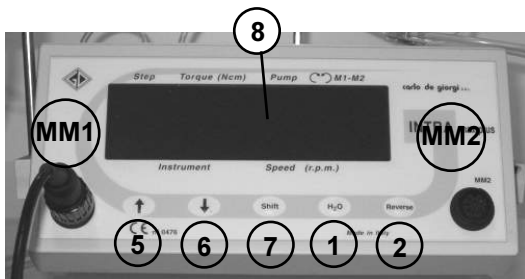

Fig. 6
L'apparecchiatura dispone sul lato frontale i seguenti elementi di comando (Fig. 6):
- 3) selezionare il numero di programma desiderato posizionando il cursore tramite il pulsante "shift" (7 di Fig. 6) sul campo 1 di figura 8, e poi agendo sui pulsanti "↑" (5 di Fig. 6) e "↓" (6 di Fig. 6) sino ad ottenere il numero di programma desiderato;
Per modificare un programma con i comandi frontali (vedi figg. 6 e 8), portarsi con il cursore sul campo "Step" (1 di Fig. 8), e selezionare tramite "↑" (5 di Fig. 6) e "↓" (6 di Fig. 6) il numero del primo programma libero o non utilizzato.
Trovato un programma modificabile, spostarsi sui campi tramite il pulsante “shift” (7 di Fig. 6), modificando con i pulsanti “↑”(5 di Fig. 6) e “↓” (6 di Fig. 6) i valori dei parametri; al termine della impostazione, per memorizzare il programma occorre portarsi di nuovo sul campo “Step” (1 di Fig. 8) e abbandonarlo, spostandosi cioè con “↑”(5 di Fig. 6) e “↓” (6 di Fig. 6) su di un altro programma. Se si spegne l’apparecchiatura prima di quest’ultima operazione le modifiche non verranno memorizzate ed il programma impostato sarà perso.